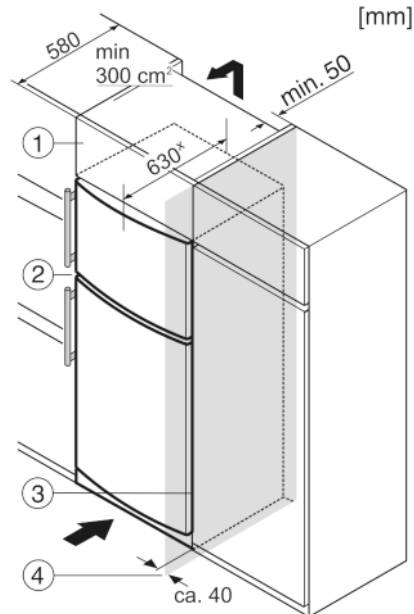

Fig. 10
Устройство может быть окружено кухонными шкафами. Чтобы уравнять устройство *Fig. 10 (2)* по высоте с кухонной стенкой, можно установить над устройством дополнительный шкафчик *Fig. 10 (1)*.
При комбинировании с кухонными шкафами (глубина макс. 580 мм) устройство можно установить непосредственно рядом с кухонным шкафом *Fig. 10 (3)*. Устройство выступает сбоку на 34 мм\* и по центру на 50 мм\* относительно передней стенки кухонного шкафа.
Если устройство установлено на шарнирах у стены *Fig. 10 (4)*, то расстояние между устройством и стеной должно быть не менее 40 мм. Настолько выступает ручка при открытой дверице.